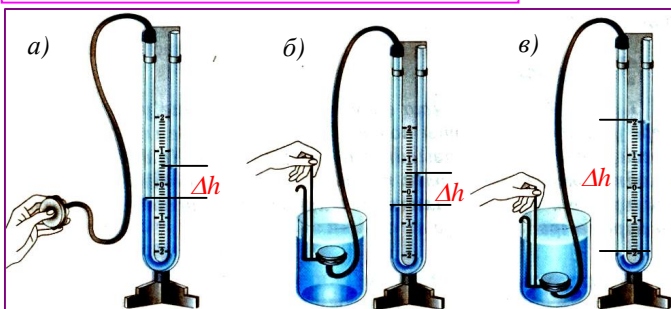

Рис. 67.3. Открытые жидкостные U-образные манометры. Во всех случаях измеряемое давление p больше атмосферного давления p_a .
Чтобы понять, как работает U-образный манометр, сделаем опыт. Соединим левую трубку манометра резиновой трубкой с круглой плоской коробкой, одна сторона которой затянута резиновой пленкой (рис. 67.3,а). Если слегка надавить пальцем на пленку, уровень жидкости в колене манометра, соединенном с коробкой, понизится, а в другом колене повысится. Возникнет разность уровней жидкости Δh .
В колене со сжатым воздухом жидкость опустится, в другом (правом) – поднимется (рис. 67.3,б). Образуется разность уровней Δh . Это значит, что избыточное давление $(p - p_a)$ сжатого воздуха уравновесилось давлением, созданным столбом жидкости Δh .
4. Что доказывает опыт, изображенный на рис. 67.3,б,в?